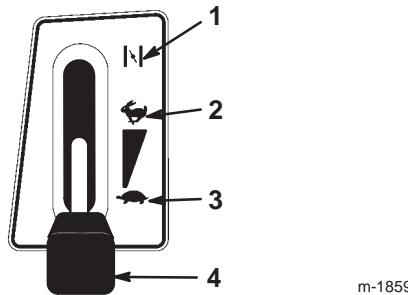

Bild 8
- Stellen Sie den Gashebel auf Choke (Bild 8).
- Schieben Sie den Gashebel, sobald der Motor angesprungen ist, langsam auf Schnell (Bild 8). Sollte der Motor stoppen oder stottern, schieben Sie den
- Stellen Sie den Gashebel auf Schnell (Bild 8).